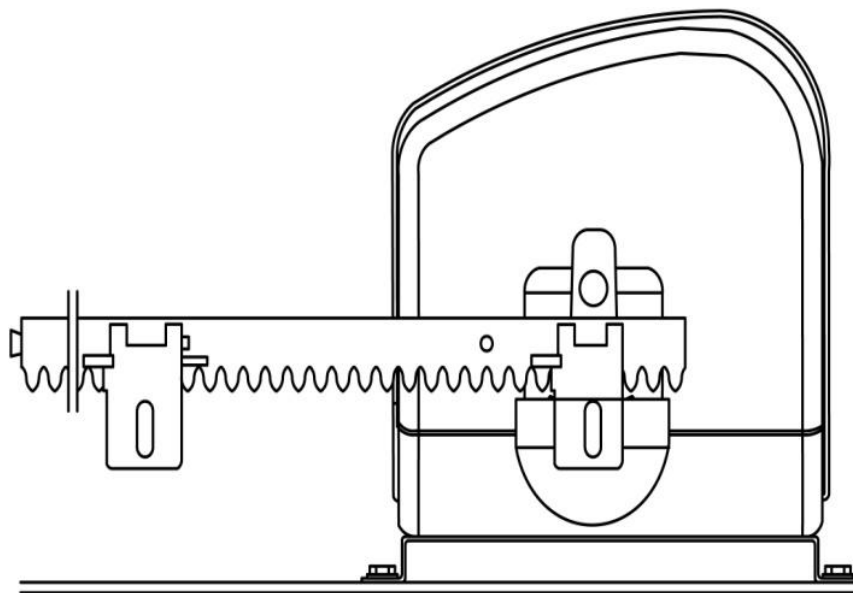

Рис. 5
- Поместите первую секцию зубчатой рейки горизонтально на шестерню привода, прижав крепления (втулки) к поверхности створки ворот. Выдерживайте зазор между зубчатой рейкой и шестерней 1-2мм (Рис. 5) для предотвращения воздействия веса створки на привод. Наметьте точки крепления зубчатой рейки на створке ворот.
Рис. 5 б